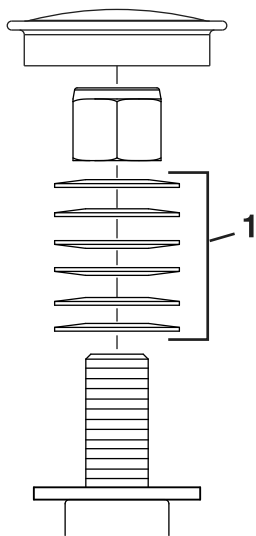

Figura 55
3. Retire el tapón guardapolvo de la rueda giratoria y apriete la contratuerca (Figura 55).
4. Apriete la contratuerca hasta que las arandelas de muelle estén planas, luego afloje $\frac{1}{4}$ de vuelta para establecer la pre-carga correcta de los cojinetes (Figura 55).
Importante: Asegúrese de que las arandelas de muelle están correctamente instaladas, según se muestra en Figura 55.
5. Coloque el tapón anti-polvo (Figura 55).